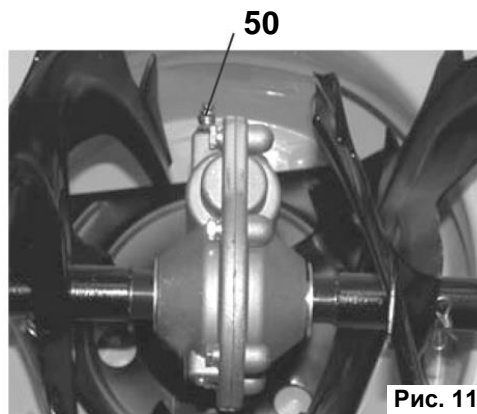

Рис. 11
- Очистите поверхность около сливной пробки (46)(См. Рис.11).
- Выкрутите штуцер (50) (См. Рис.11), и используя шприцеватель (в комплект не входит) закачайте около 100 г густой смазки в редуктор.